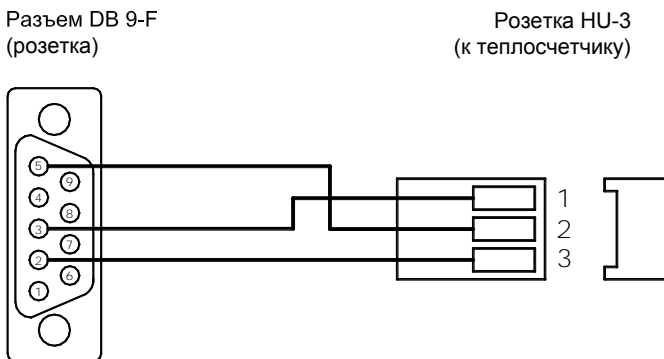

Рисунок 7.8
7.5.6 Для прямого соединения теплосчетчик – ПК следует использовать кабель, изображенный на рис. 7.8.